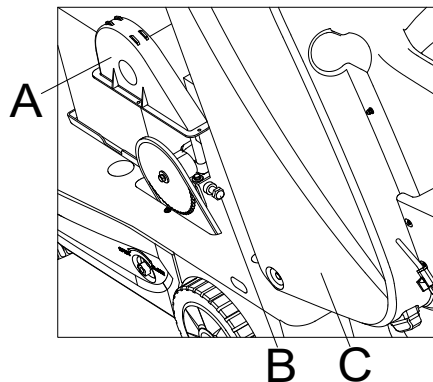

Abb. 41
5. Ist das Hinterrad locker, öffnen Sie die Abdeckung (C, Abb. 41) und die Abdeckung der Radkette (A, Abb. 41) und stellen Sie die Einstellschraube der Radkette (B, Abb. 41) ein, um sicherzustellen, dass die Radkette korrekt gespannt ist.